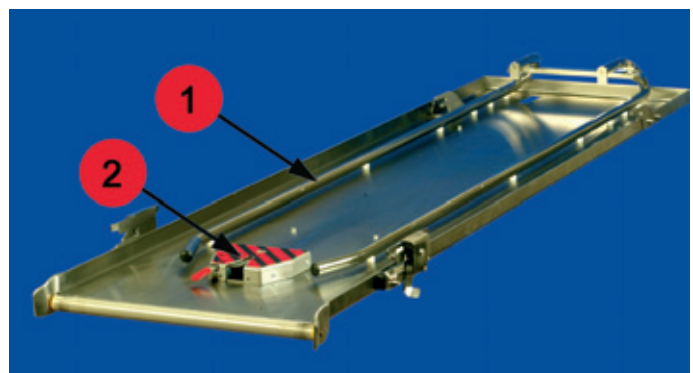

Bild 13b
■ Fixierung mit Pilzverriegelung (Bild 13b)